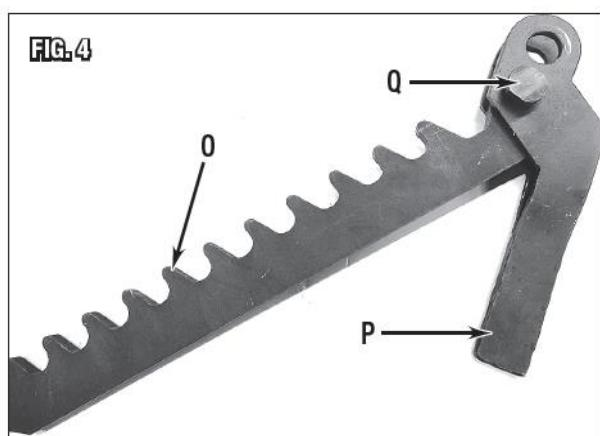

Рис. 4
1. Поместить трещотку (O) между лопatkами храпового рычага (P), как показано на Рис. 4, затем вставить короткий болт (Q) M18x2,5" [50 мм] в лопатки храпового рычага (P) и трещотку (O). Навернуть и затянуть гайку (F) M18.